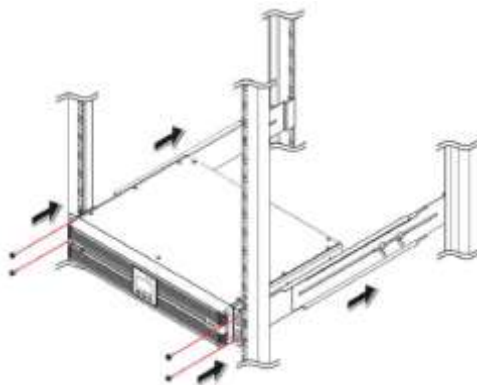

Рисунок 3-4: Вставьте ИБП в стойку
- 3 Вставьте ИБП в стойку и затяните четыре винта, входящие в комплект поставки. См. **Рисунок 3-4**. Обратите внимание, что после установки должны остаться еще четыре винта. Они являются запасными.